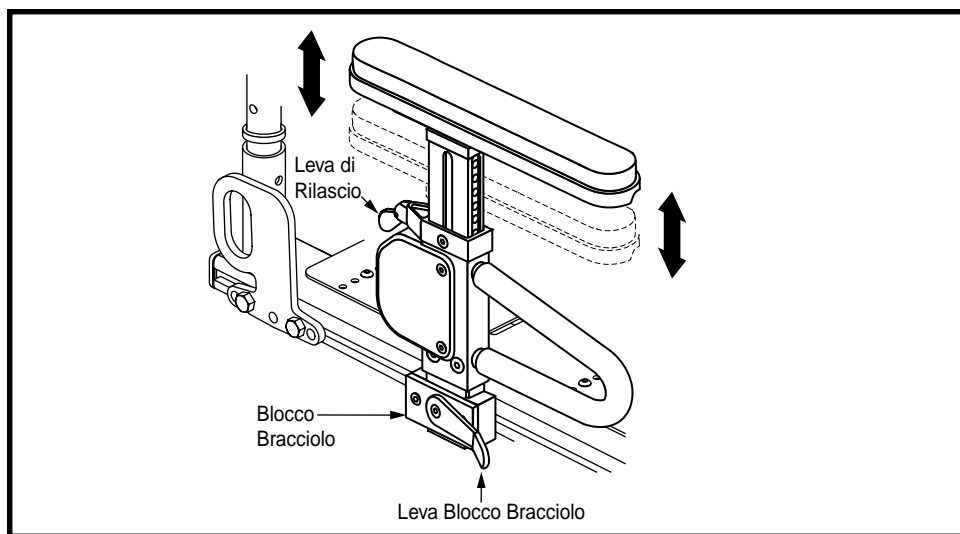

Figura 17. Regolazione altezza bracciolo pediatrico inseribile a regolazione rapida
1. Girare la leva di rilascio verso l'interno o verso l'esterno. Vedere figura 17.